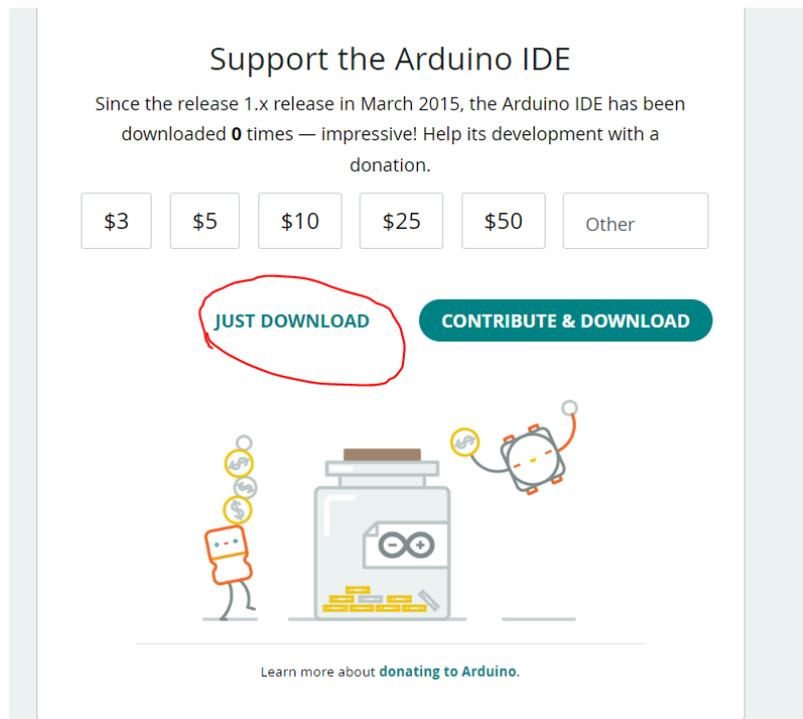

Рис. 2. Скачивание Arduino IDE
1. Пойти на сайт производителя arduino.cc и скачать необходимую версию Arduino IDE. На странице для скачивания нажать кнопку «Just Download» (рис. 2).